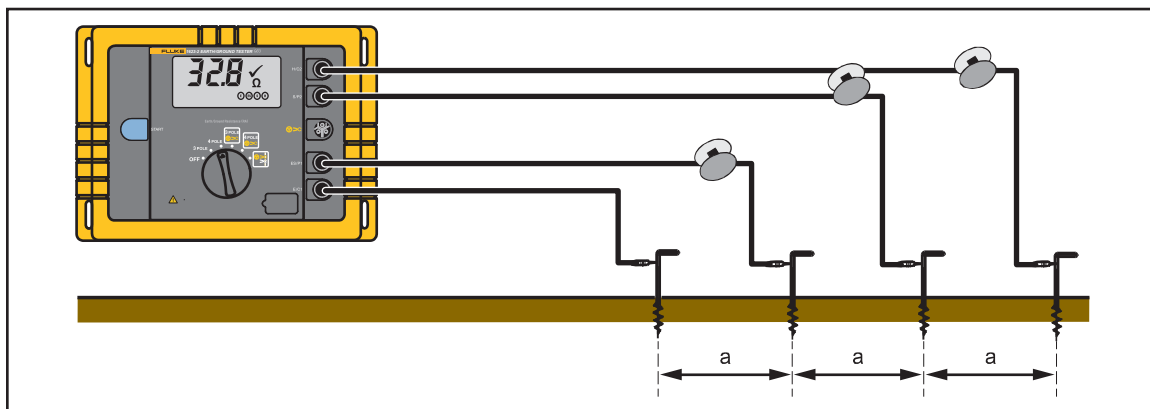

Figura 10. Medición de la resistividad del suelo
La resistividad del terreno es la cantidad geológica y física para el cálculo y diseño del sistema de conexión a masa. El procedimiento de medición que se muestra en la Figura 10 usa el método desarrollado por Wenner (V.Wenner, A method of measuring earth resistivity (Un método para la medición de la resistividad de la masa; Bull. National Bureau of Standards, Bulletin 12 (4), Paper 258, S 478-496; 1915/16).